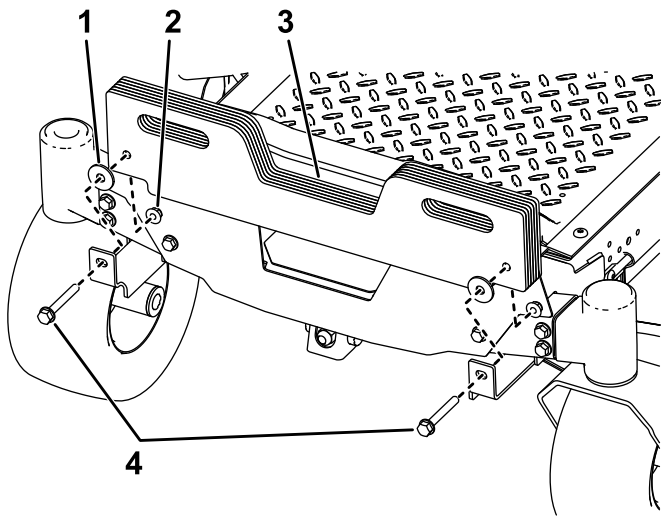

Figura 5
2. Montate le zavorre a valigia sulle relative staffe di montaggio con 2 bulloni ($\frac{5}{8}$ " x $2\frac{3}{4}$ "), 2 rondelle e 2 dadi di bloccaggio ($\frac{3}{8}$ "), come illustrato nella Figura 5.